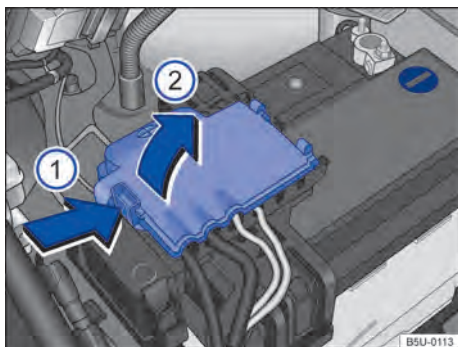

Fig. 149 Compartimento do motor: acesso ao terminal positivo da bateria.
- Abrir a cobertura do polo positivo. Para abrir pressionar a trava no sentido da seta → Fig. 149 ❶, rebater a cobertura para o lado no sentido da seta ❷.